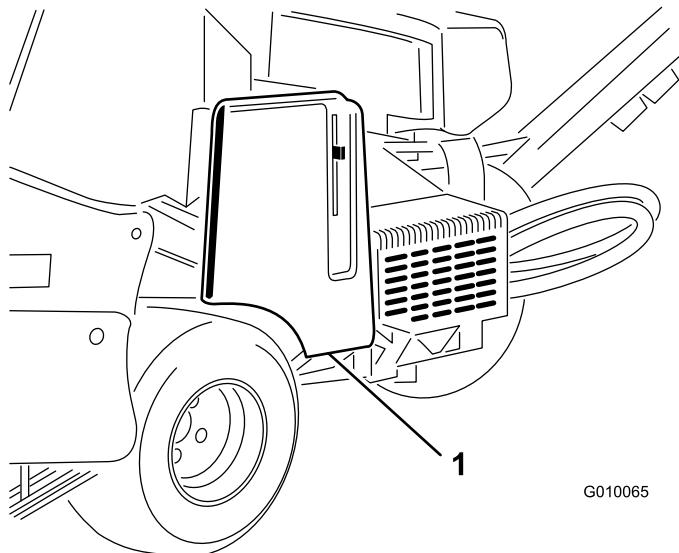

Bild 55
1. Entriegeln und entfernen Sie die Riemenabdeckung (Bild 55).
- Entriegeln und entfernen Sie die Riemenabdeckung (Bild 55).